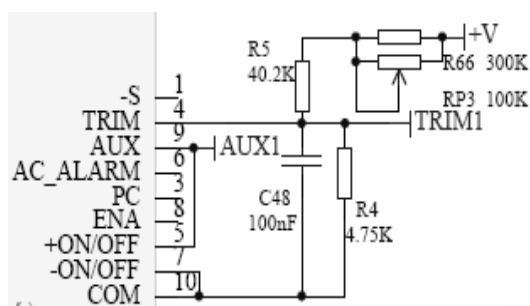

图14 输出电压上下调电路
- (2) 通过更改图14中RP3电位器进行对输出电压进行上下调。RP3的阻值减小，输出电压增大，RP3的阻值增大，输出电压减小，可调电压输出范围为22V-31V（可见图15）。
- (3) 当运用中需要多个FAR-L100028SF-PA电源恒流充电功能并联使用，可单个恒流充电电路连接后，将各个单机的输出的正接连在一起、输出负连在一起即可。